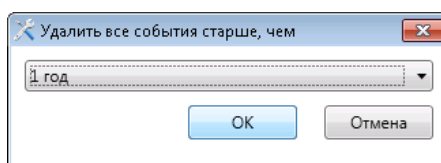

Рисунок 9.10 — Удаление старых событий
- В открывшемся окне *Удалить все события старше, чем...* (см. рисунок 9.10) выберите необходимый период и нажмите кнопку *ОК*.